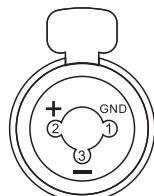

Fig. 4.5.1
Alle prese posteriori XLR ~ Jack 1/4" **MIC 2 ÷ MIC 6 (19)** è possibile collegare microfoni PASO di tipo dinamico e ad elettreti con alimentazione Phantom; i collegamenti a queste prese sono riportati nella Fig. 4.5.1 e 4.5.2.
Phantom-powered dynamic and electret PASO microphones can be connected to the rear XLR ~ 1/4" jack **MIC 2 ÷ MIC 6** sockets (19); connections to these sockets are shown in Figs. 4.5.1 and 4.5.2.